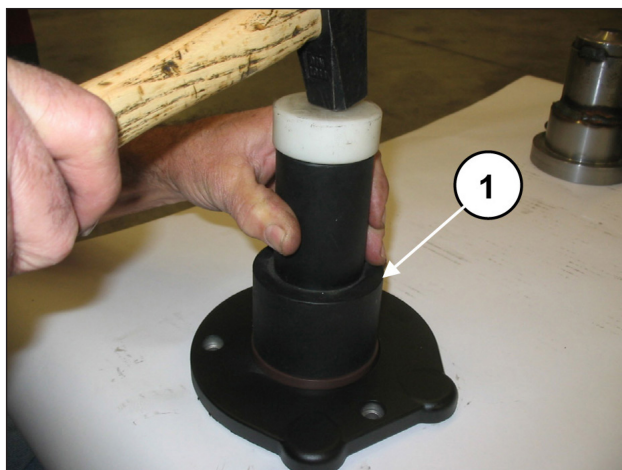

Fig. 70
Insérer le joint d'huile dans le flasque du réducteur à l'aide des outils réf. 27515900 et 27548200 (rep. ①, Fig. 70).